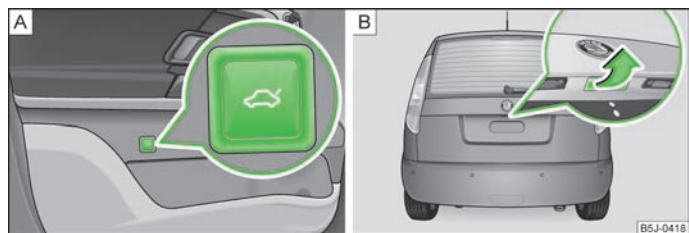

Fig. 16 Desbloquear la tapa del maletero/asidero de la tapa del maletero
- En los vehículos sin cierre centralizado pulsar la tecla en la puerta del conductor » fig. 16 - [A] y abrir la tapa del maletero en dirección de la flecha » fig. 16 - [B].
- En los vehículos con cierre centralizado presionar la manilla y abrir al mismo tiempo la tapa del maletero » fig. 16 - [B].